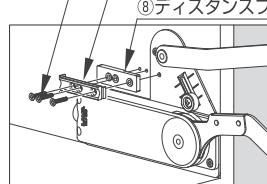

図8
- (1) ⑥ディスタンスプレートおよび、⑦ホルダーベースを、付属の⑨取付ねじ(3.5×20)で取り付けます(図8)。